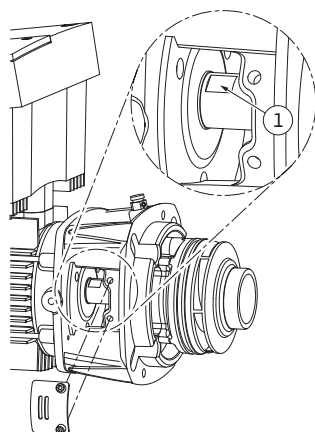

Fig.49: Cheie fixată pe arbore
15. Introduceți o cheie fixă, mărimea ideală 22, mm în fereastra grupului suspendat și fixați arborele cu cheia (Fig. 49, Poz. 1). Desfaceți piulițele rotorului (Fig. 7, Poz. 15). Rotorul (Fig. 7, Poz. 16) este extras automat de pe arbore.
24. La montajul rotorului introduceți o cheie fixă, mărimea ideală 22, mm în fereastra grupului suspendat și fixați arborele cu cheia (Fig. 49, Poz. 1).